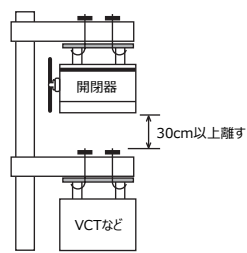

図 6
- ③開閉器取付部の損傷やゆるみは、開閉器の落下や開閉器の操作ミスになる恐れがありますので、堅固に取り付けてください。
- ④開閉器の下にVCTなどを取付けられる際は、開閉器底面より30cm以上離してください。（図6）